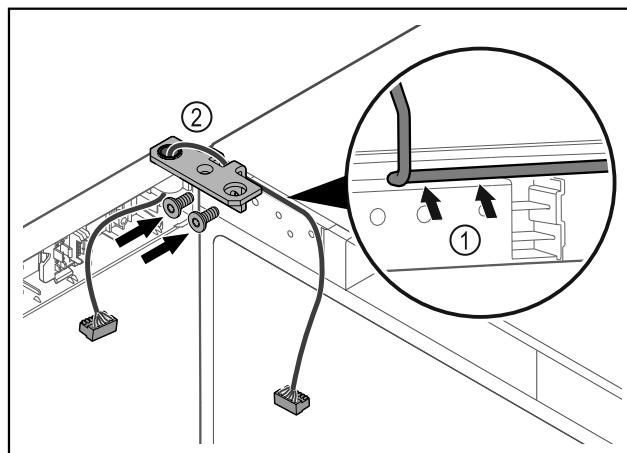

Fig. 39
- ▶ Проведите кабель через отверстие в шарнирном уголке и аккуратно уложите его Fig. 39 (1).
- ▶ Привинтите шарнирные уголки Fig. 39 (2).